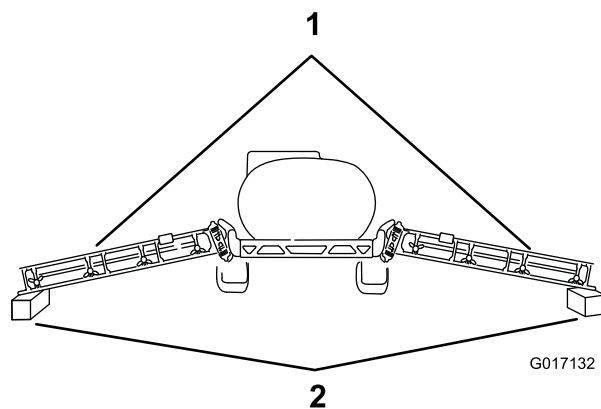

Figura 5
3. Baje cuidadosamente los brazos sobre bloques de madera de unas 4 pulgadas (10 cm) de alto (Figura 5).